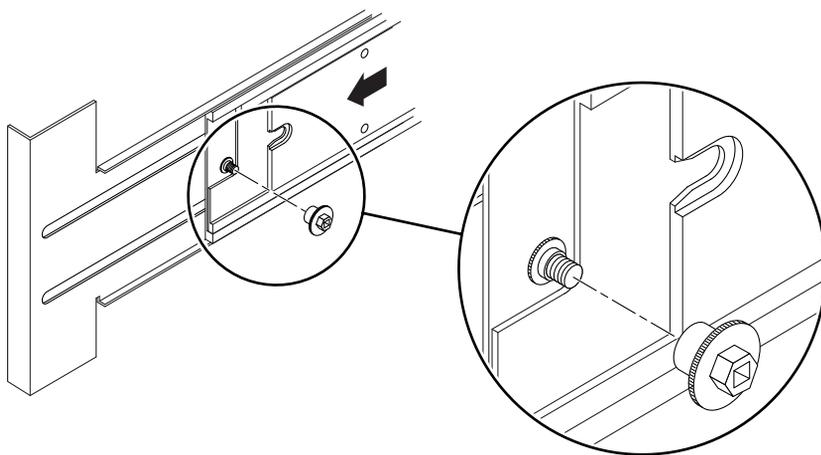

图 1-16 插入并拧紧锁定螺母
- 在服务器背面，插入并拧紧锁定螺母（每个滑轨一个）（图 1-16）。